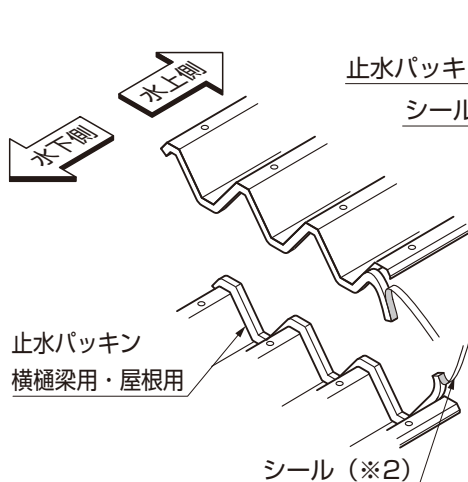

図16-12 止水パッキン
- ① 水下側折板屋根材と水上側折板屋根材の中間重なり部分に、止水パッキン横樋梁用・屋根用のシール (※2) をはがして貼付けてください。(図16-12参照)
- 止水パッキン横樋梁用・屋根用は、水下側の場合は上側に、水上側の場合は下側に貼付けてください。(図16-12参照)